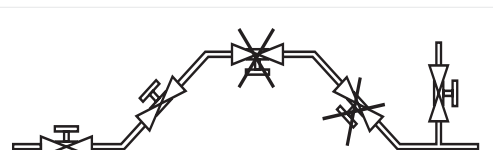

Рис. 2
4.2.6 Произведите монтаж клапана на трубопровод, в соответствии с рекомендацией по расположению клапана на трубопроводе (рис. 2).